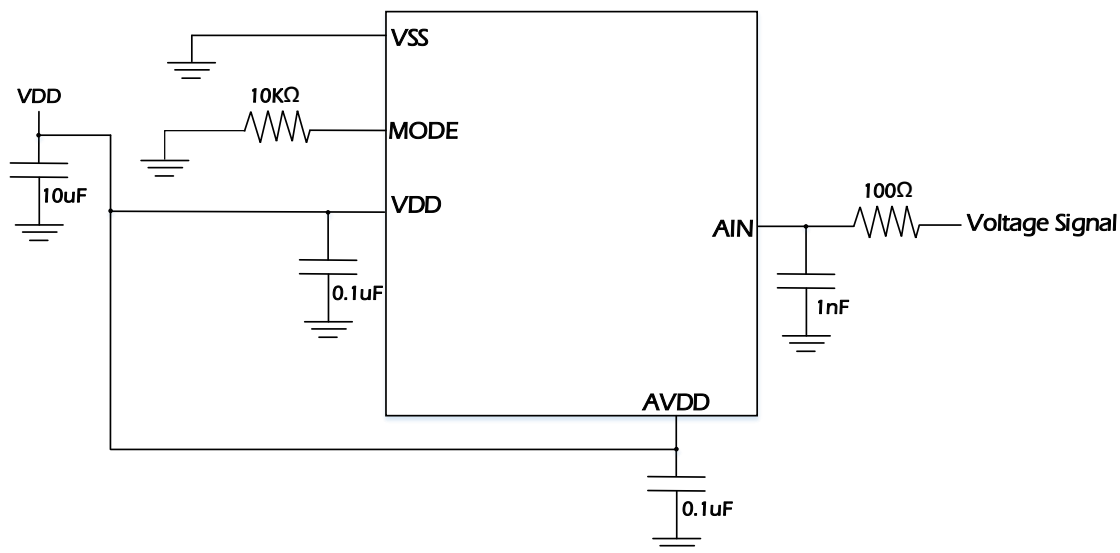

图 2.3 MQ6906 建议线路(VDD与AVDD不同电源)
7. VDD 与 AVDD 应等电位.如果两者为同电源,则在靠近 IC 端加上 0.1uF 电容,并在接近 Power Jack 处加上 10uF 并联 0.1uF 的电容。(图 2.3)